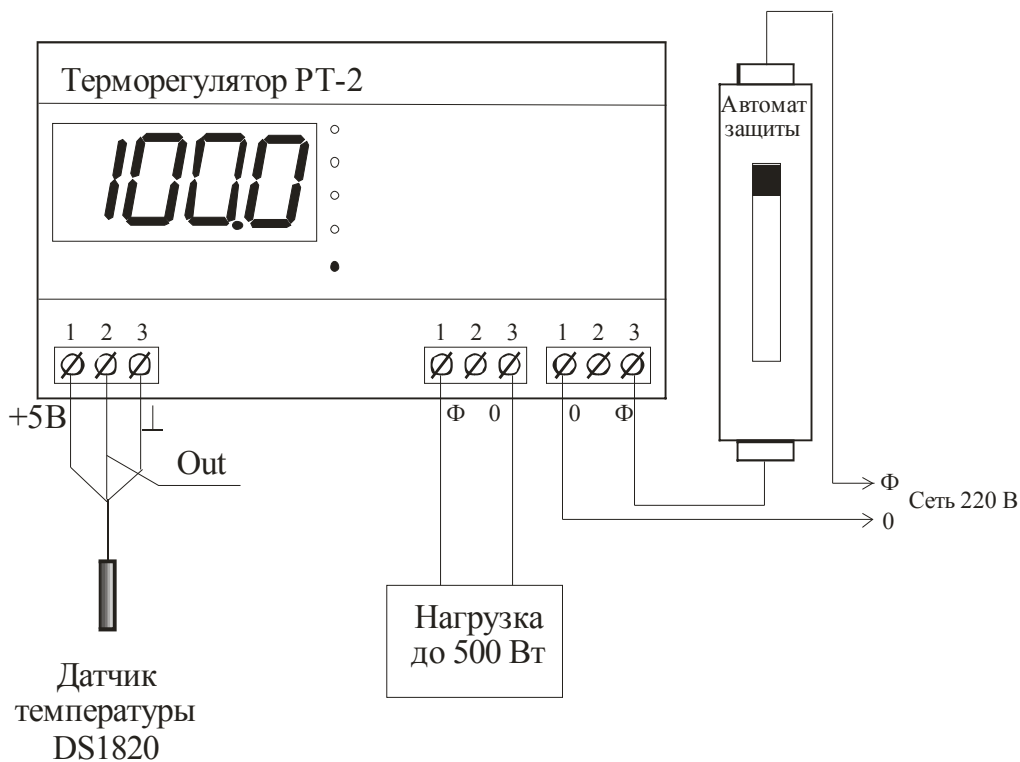
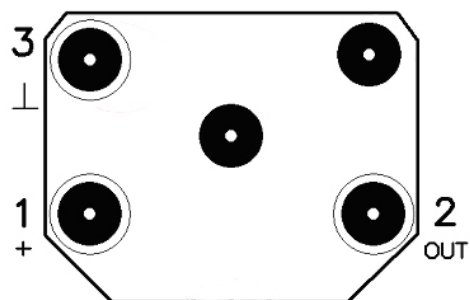

Рис. 5.1. Схема подключения регулятора
Рис. 5.2. Расположение контактов на головке датчика температуры DS1820
5.3. Установить регулятор и автомат защиты на DIN-рейку, и подключить к клеммам регулятора кабели датчика температуры, нагрузки и сетевого питания согласно схемы на рис. 5.1. Платиновый датчик температуры подключается к регулятору согласно схеме подключения на рис. 5.2.